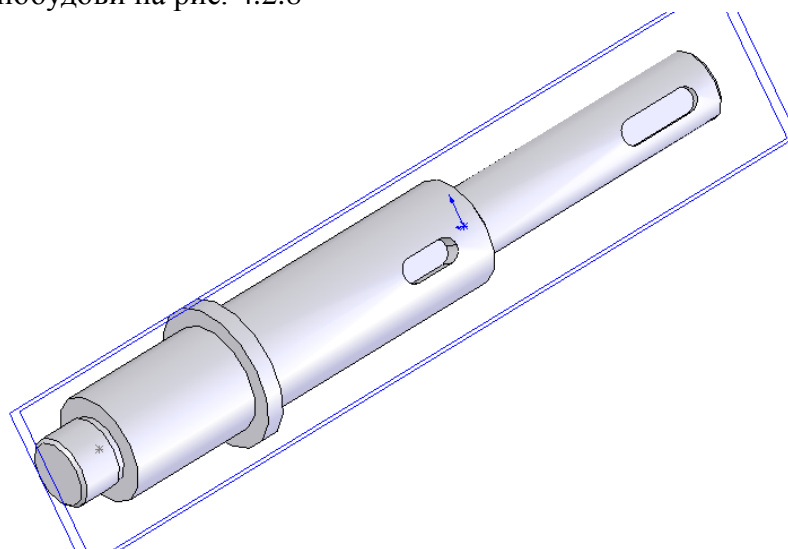

Рис. 4.2.8. 3D модель створеного вала
13. Результат побудови на рис. 4.2.8